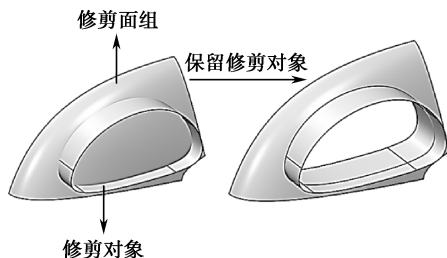

图 7-33 保留修剪对象
① 保留修剪曲面：勾选该选项后，修剪完成后修剪对象仍然保留，如图 7-33 所示。